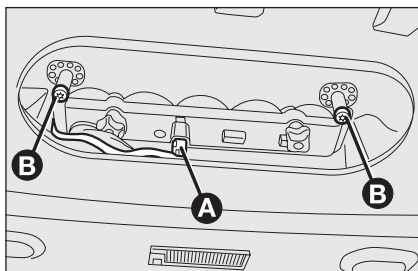

fig. 25
- scollegare la connessione elettrica **A-fig. 25**;
- svitare i due perni laterali **B-fig.25**;